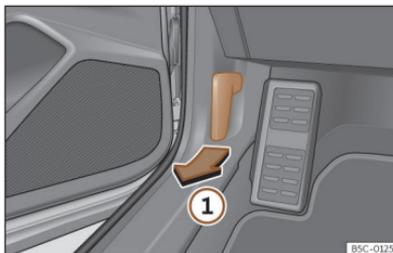

Fig. 206 Palanca de desbloqueo en el espacio reposapiés del conductor.
- Abra la puerta y tire de la palanca que hay debajo del tablero de instrumentos >>> **fig. 206 ①**.